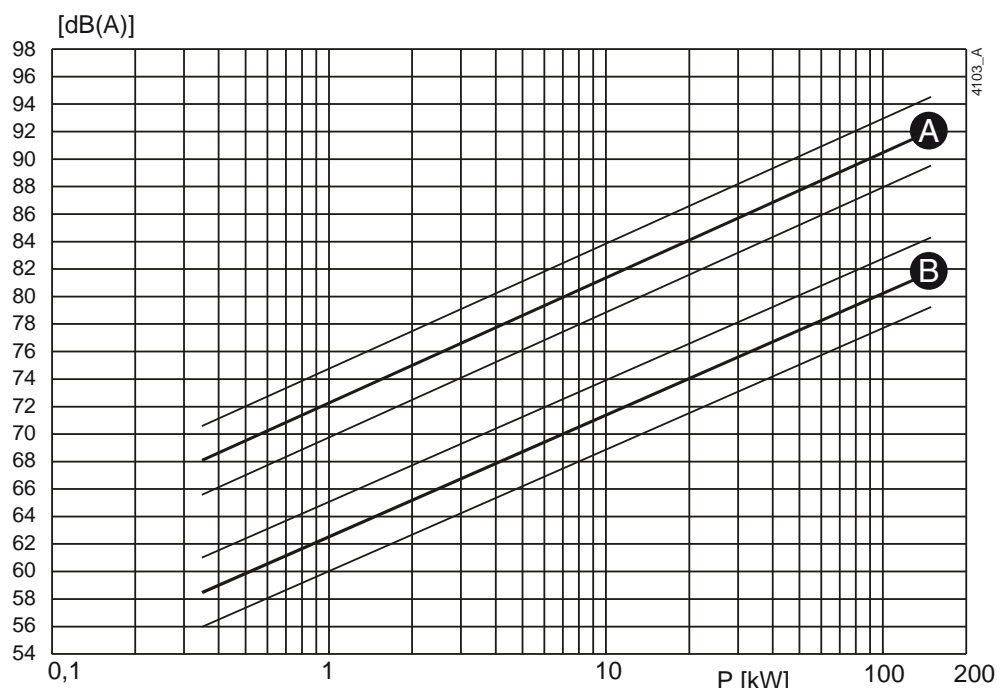
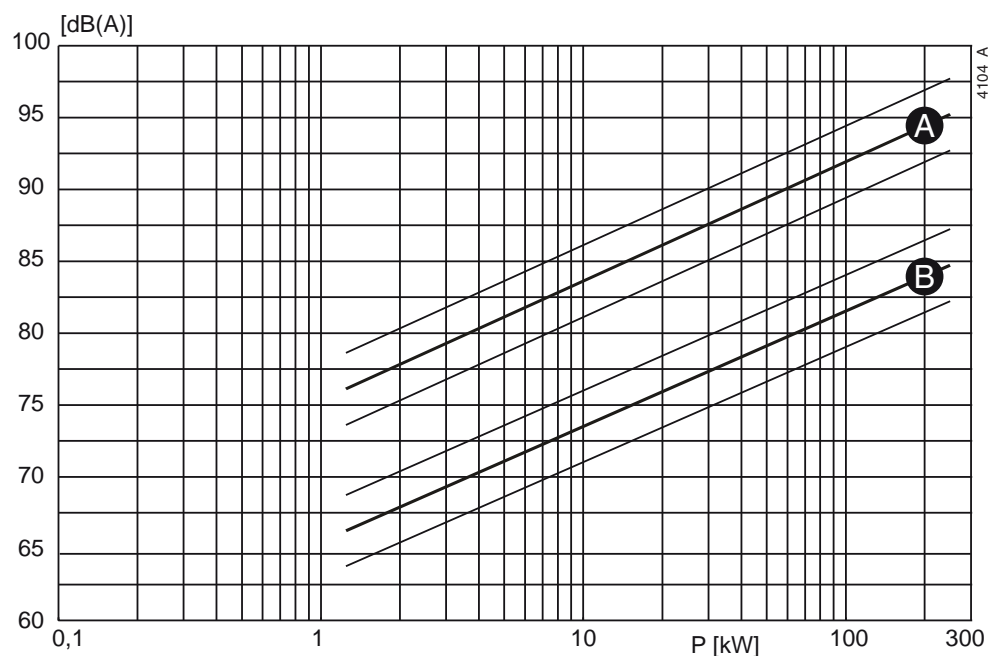

Рисунок 31: Зависимость уровня шума от мощности насоса [кВт] при 1450 об/мин
Рисунок 32: Зависимость уровня шума от мощности насоса [кВт] при 2900 об/мин
- 1 Определите уровень шума ( $L_1$ ) насоса, см. рисунок 31 или рисунок 32.